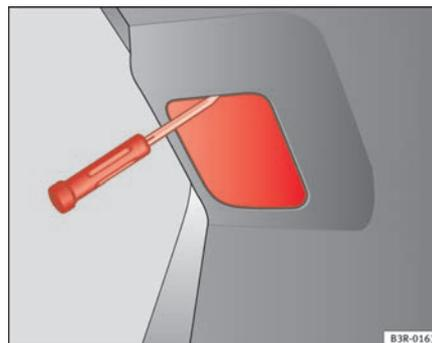

Fig. 215 Retrait du cache dans le capot arrière
- Introduisez le tournevis par le haut dans l'évidement du cache ⇒ page 282, fig. 215 et retirez le cache.